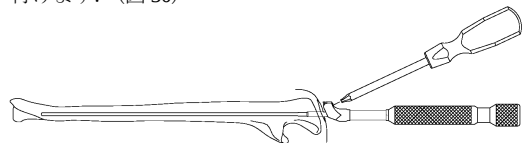

図 30
- 3) 尺骨ロッキングロッドを尺骨ロッドインパクトに六角 2.5 ドライバー (ショート) で固定把持し、尺骨ロッドインパクトの後端に抜去用ラージスライドハンマー又はスライドハンマーを取り付けます。(図 30)